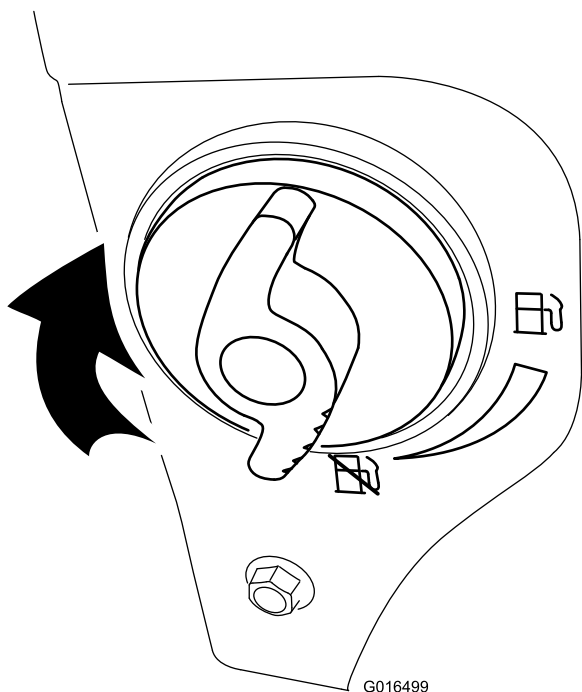

Figura 26
4. Girate la valvola d'intercettazione del carburante per chiuderla (Figura 26).